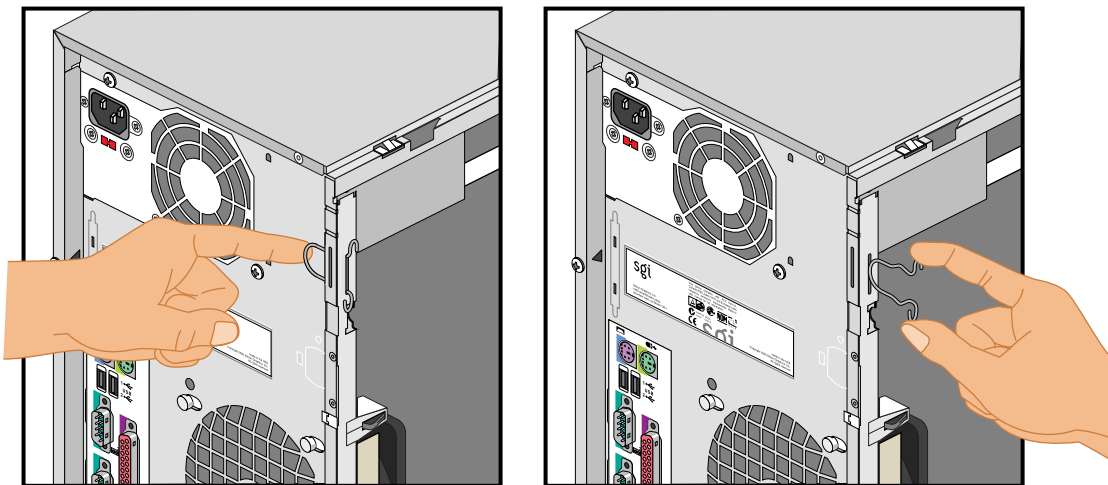

図 2-29 収納スロットからロックグループを取り外す
3. 2 個のフックをお互いの方向に押して、本体からループを押し出すことにより収納スロットからロックグループを取り外します。図 2-29 にその手順を図示します。